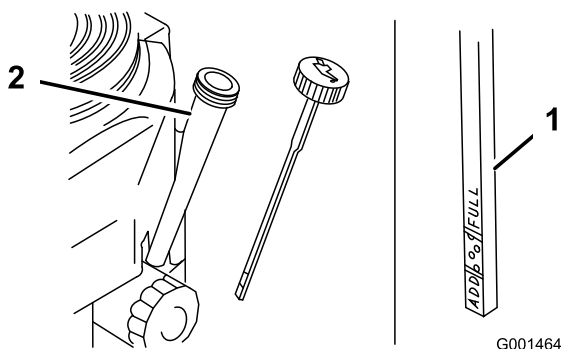

Figure 29
4. Nettoyez la surface autour de la jauge d'huile (Figure 29) pour éviter de faire tomber des impuretés dans l'orifice de remplissage, ce qui endommagerait le moteur.
5. Retirez la jauge d'huile et essuyez soigneusement son extrémité (Figure 29).
6. Remettez la jauge au fond du tube de remplissage, mais sans la visser (Figure 29).
8. Versez avec précaution environ 80 % de la quantité d'huile spécifiée dans le goulot de remplissage (Figure 29)